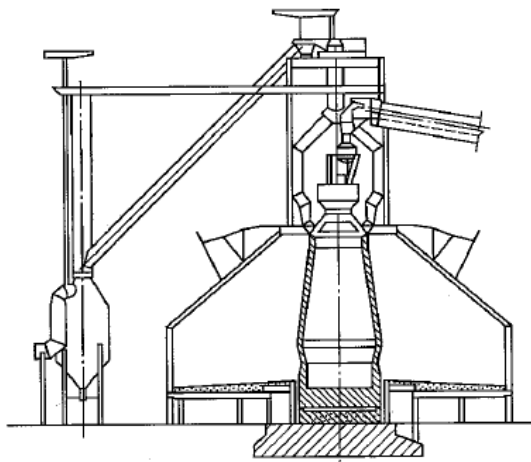

Рис. 2 - Самонесущий кожух шахты без маратора
6. Самонесущий кожух шахты без маратора. Эту конструкцию применяли на доменных печах полезным объемом 3200, 5000 и 5500 м³. Опора колошникового устройства при этом выполнена в двух вариантах в зависимости от типа литейного двора. При прямоугольной его форме опора состоит из шести колонн, связанных вокруг печи кольцевой балкой, передающих нагрузку на фундамент печи. Опорную балку выполняют из стали 10Г2С1. На печах с кольцевыми литейными дворами опорные колонны отсутствуют и колошниковое устройство опирается на перекрытие шатра поддоменника (рис. 2).